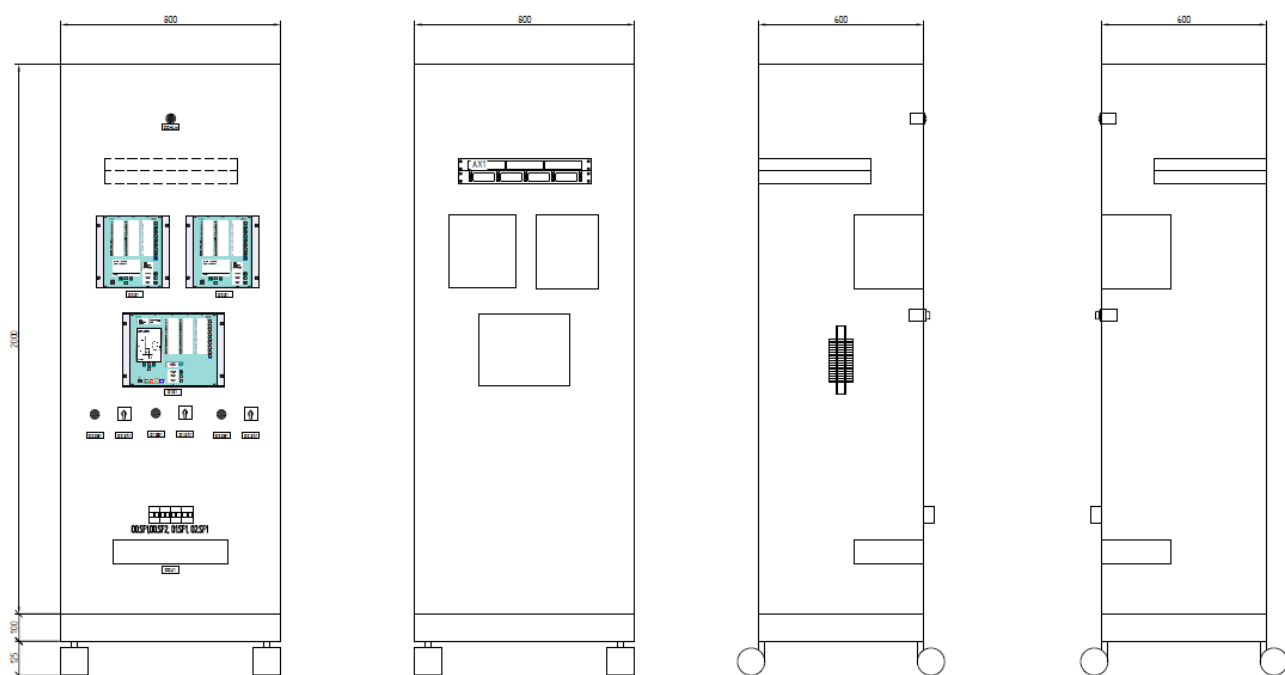

Рисунок 14. Панель защиты сборных шин и управления присоединением секционного выключателя.
- панелью защиты сборных шин и управления присоединением секционного выключателя на базе шкафа ШЭ2607 562 с комплектами БЭ2704 562 (ДЗШ), БЭ2704 015 (МТЗ СВ) и БЭ2704 419 (КП) (рис. 14);